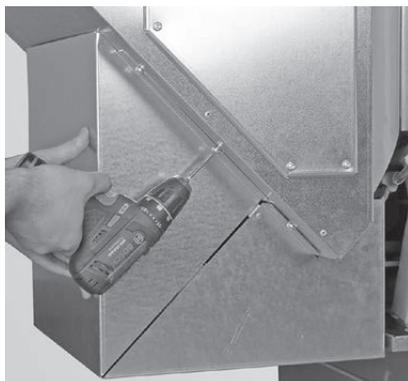

Fig. 46 Solamente allentare le 3 viti su ciascun lato per togliere la copertura.
- ▶ Rimuovere la copertura della stiva, a tale scopo allentare solo le 3 viti su ciascun lato per sfilare e togliere la copertura – Fig. 46.